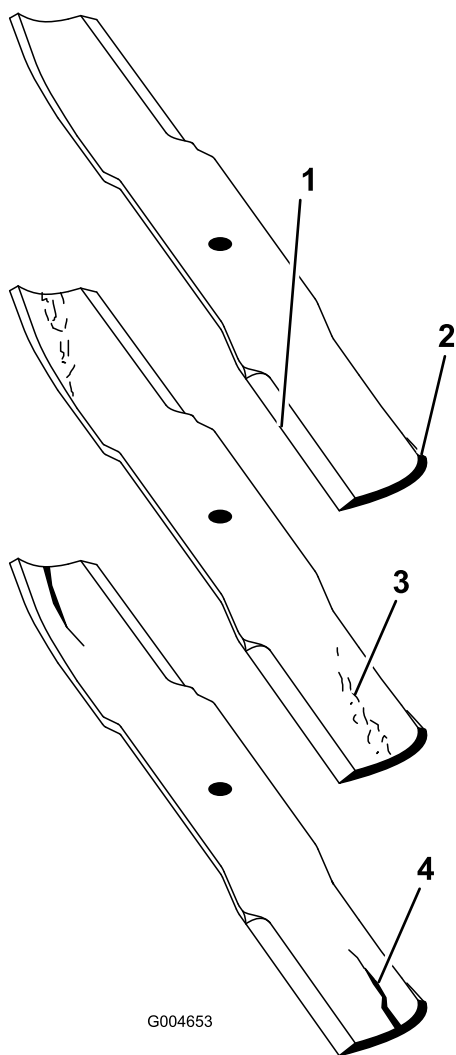

Figura 87
2. Verificate accuratamente i taglienti, con particolare attenzione ai punti d'incontro delle sezioni piatta e curva della lama (Figura 87). Sabbia e materiali abrasivi possono consumare il metallo che connette le sezioni piatta e curva della lama, per cui si consiglia di controllare la lama prima di usare il tosaerba. Se riscontrate segni di usura (Figura 87), sostituite la lama.
Se continuate ad usare la lama usurata, si forma una scanalatura tra la costa e la sezione piatta della lama (Figura 87). Alla fine, un pezzo di lama può staccarsi e venire lanciato dal sottosocca, con il rischio di ferire gravemente voi o gli astanti.